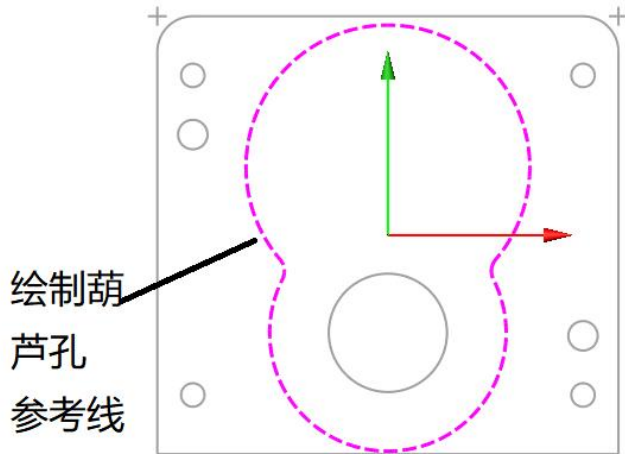

图 9-9 绘制参考线
5、绘制底座凹葫芦孔。绘制草图，参考葫芦孔轮廓线。如图 9-9 所示。